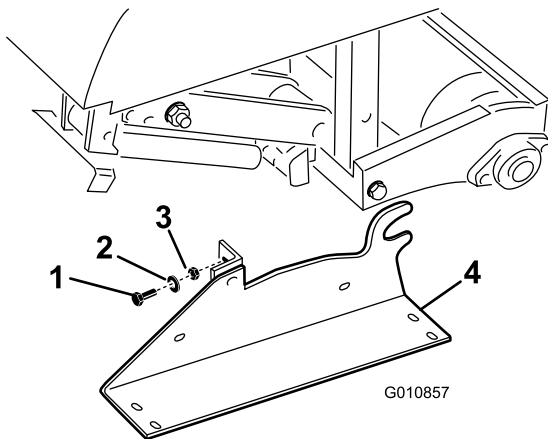

Figura 33
2. Retire os parafusos, as anilhas de bloqueio e as porcas que fixam os suportes de armazenamento a cada extremidade do arejador (Figura 33).